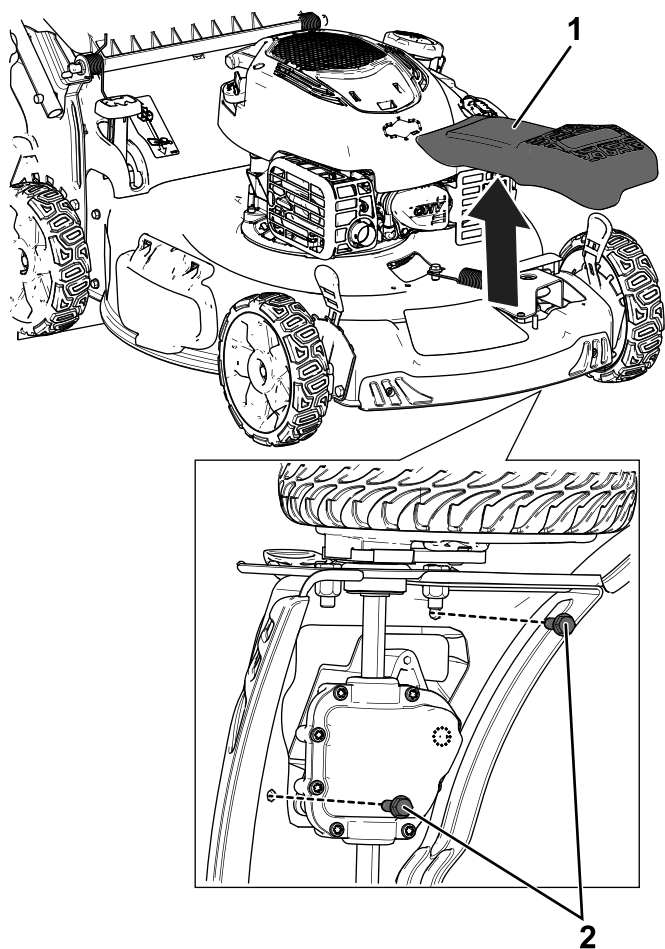

図 6
10. 前ベルトカバーを外して廃棄する。ボルトは保管する 図 6。